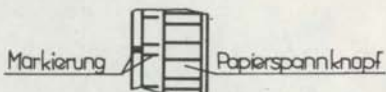

Abbildung 7: Einspannen der Endlosvordrucke in Leporelloform
- Traktoren nach unten schwenken (Abb.7) und arretieren. Papier bei Bedarf durch seitliches Verschieben einer der beiden Traktoren spannen.
- Bei Bedarf Papier mit beiden Papierspannknöpfen gleichmäßig spannen. (Abb.7)